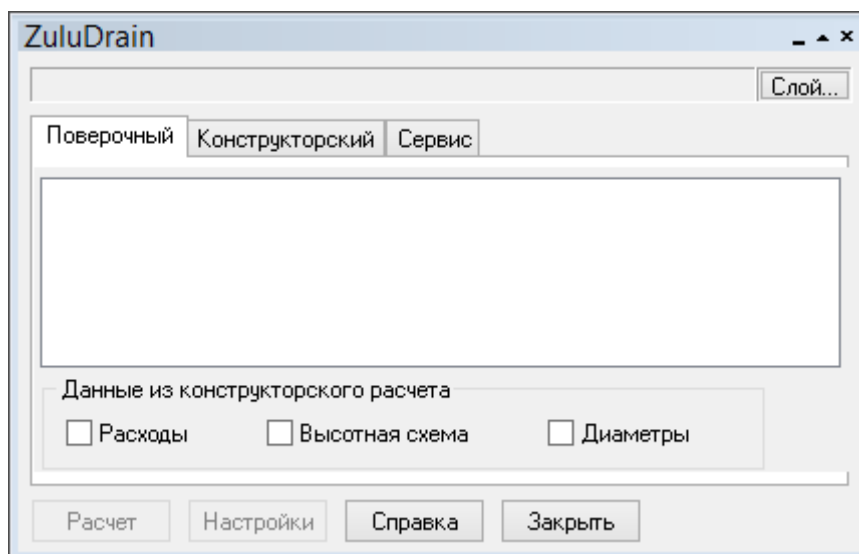

Рисунок 71. Панель расчетов
1. Выберите команду главного меню Задачи/ZuluDrain или нажмите кнопку  панели инструментов. На экране появится панель расчетов (Рисунок 71. «Панель расчетов»).